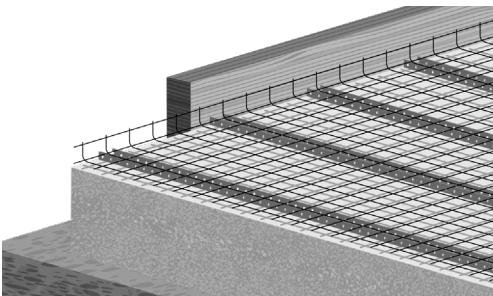

Fig. 14. Installer hønsenet
- Varmekablen skal imellem strøerne fastgøres på hønsenet eller andet ikke brændbart materiale. Hønsenet fastgøres imellem strøerne så der er minimum 30 mm op til gulvbelægnings underside. Under hønsenettet skal der være isoleret og hønsenettet må ikke ligge direkte på isolering (fig. 14).